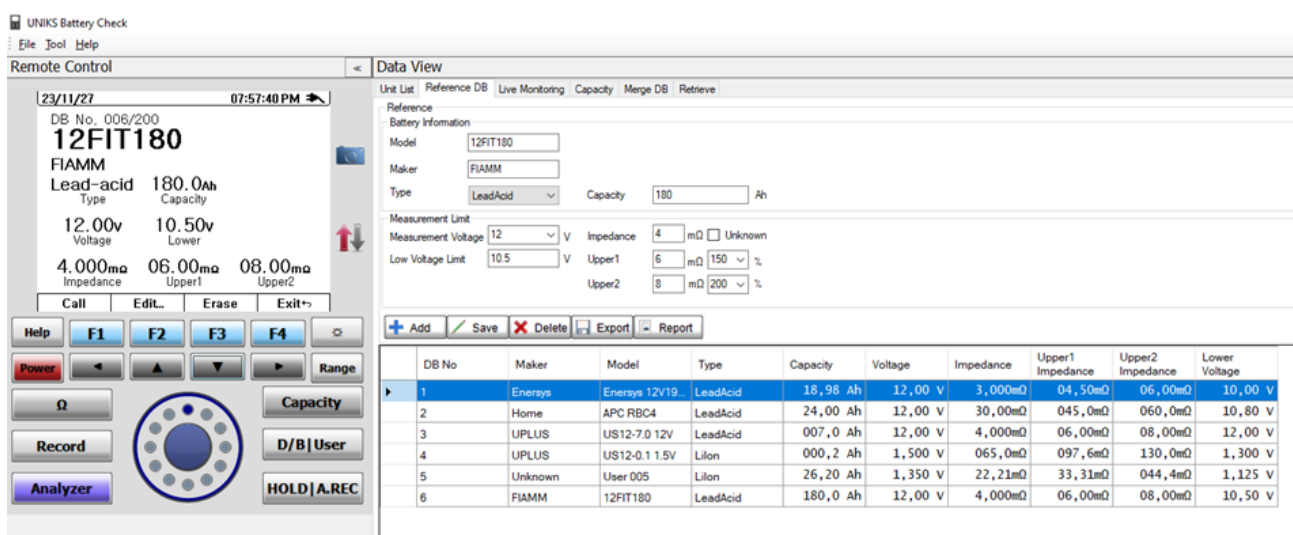

Рис. 12. Окно ввода параметров аккумулятора в БД (Reference BD)
- Запустите программу UNIKS Battery Check на ПК. Откроется экранный интерфейс для работы с тестером (см. рис. 12 ниже).